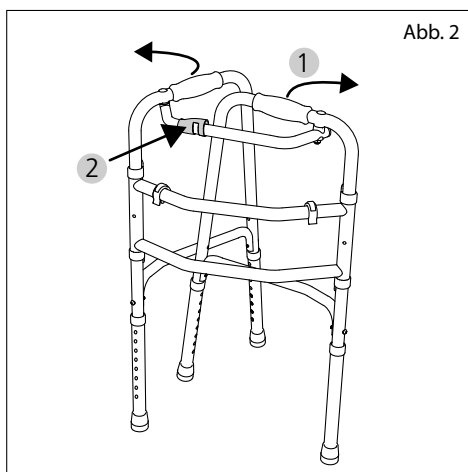

Abb. 2
3. Beim Entfalten des zweiten Seitenteils (1, Abb.2) hören Sie ein deutliches "Klick"-Geräusch. Dies bedeutet, dass die Faltsicherung (2, Abb. 2) arretiert ist. Dies können Sie kontrollieren, indem Sie seitlich in das Kunststoffelement der Faltsicherung schauen. Der Federstift muss deutlich aus dem Rohr ragen.